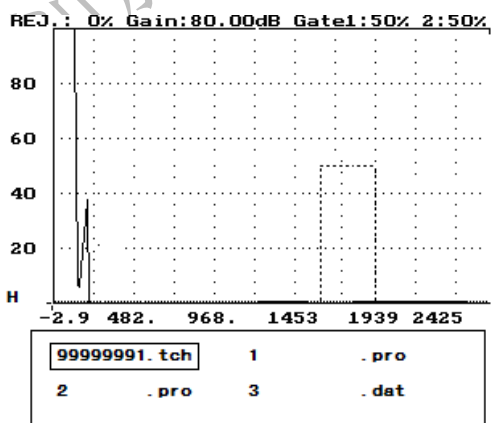

图 30-2
- 6、 按进入键——进入报告打印功能，屏幕上将显示出所有存储在仪器内的各种文件名，并且在第一个文件名编号上有一“□”光标，如图 30-2 所示。